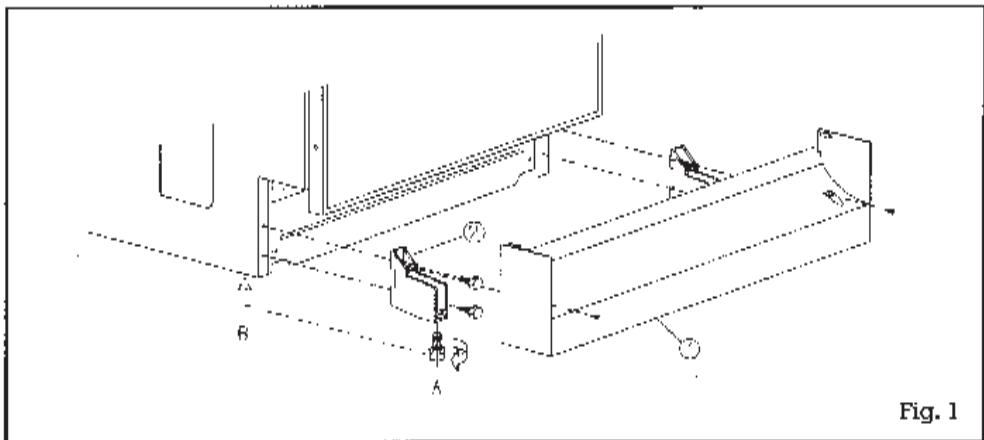

Fig. 1
- 1°.-Retire la base zócalo (1) y los soportes patas (2) soltando los tornillos (según Fig. 1).